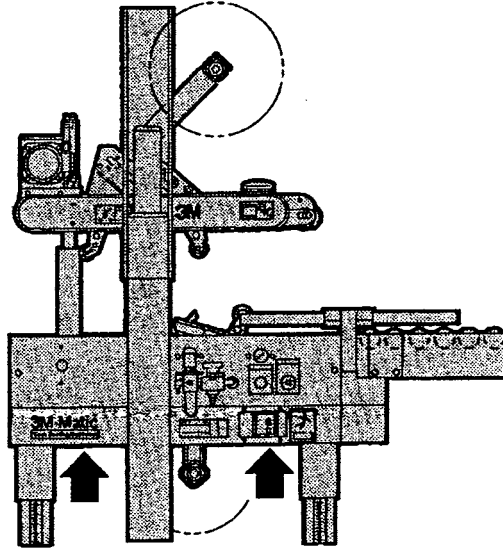

Figure 27
- 1- de machine moet met een vorkheftruck (of ander daarvoor geschikt materieel) opgetild worden, waarbij goed opgelet moet worden, dat de tanden van de hefwerk op de in figure 27 aangegeven punten aangebracht worden.